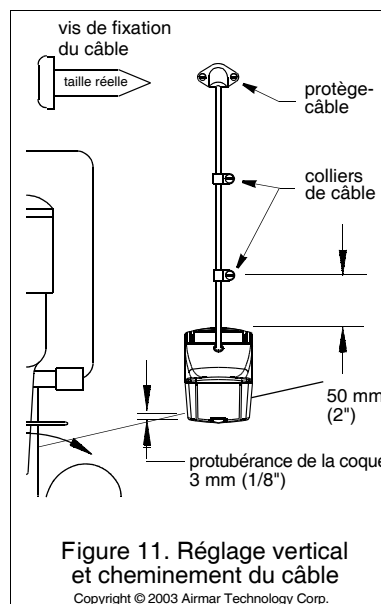

Figure 11. Réglage vertical et cheminement du câble
2. Vérifiez que la protubérance du coin inférieur gauche de la sonde se situe à 3 mm (1/8") en dessous du dessous de la coque (Figure 11).
- b. Augmentez la profondeur d'immersion de la sonde par étapes successives de 3 mm (1/8") (Figure 11).
1. Si un trou doit être percé dans le tableau arrière, sélectionnez un emplacement **bien au-dessus de la ligne de flottaison** (Figure 11). Vérifiez l'absence d'obstructions telles que volets de trim, pompes, ou câblage à l'intérieur de la coque. Marquez l'emplacement avec un crayon. Percez un trou à l'aide d'un foret d'un diamètre suffisant pour permettre le passage du connecteur.